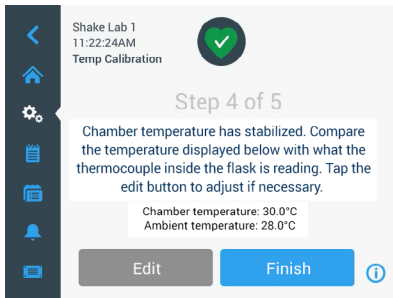

図 116: 校正：チャンバーは校正温度で安定しました
次の図 116に示すように、安定状態になったら、チャンバー温度が安定しましたというメッセージが表示されます。
- » 図 116に示す画面が表示されたらすぐに、手続きに従って、熱電対温度計の数値を比較します。温度が安定していると思われる場合は、編集ボタンをタップして修正するか、終了ボタンをタップして温度校正の手順を完了します。